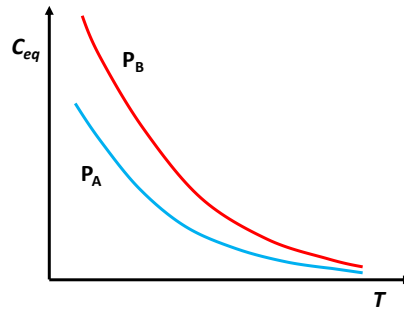

Figura 3.2
3.9 Considere todavía el equilibrio referente a la reacción de oxidación del dióxido de azufre en un sistema cerrado. La Figura 3.2 presenta los esbozos de los gráficos de la relación entre la temperatura del reactor, T , y la concentración de equilibrio, C_{eq} , de una de las especies reaccionales, cuando la presión total en el sistema es P_A o P_B , conforme se hace variar el volumen del reactor.